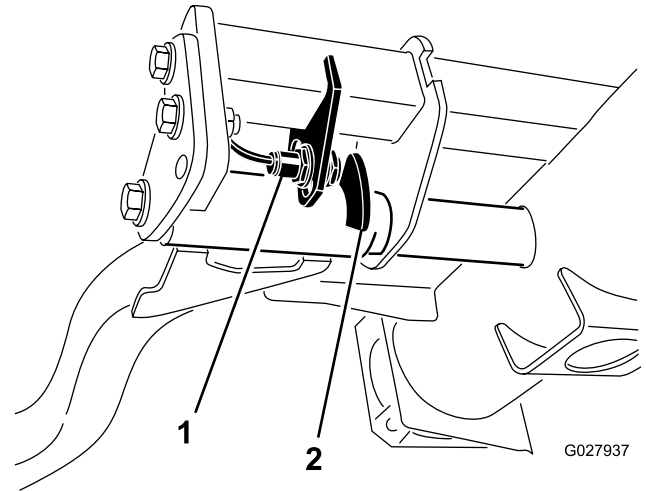

図 36
2. 昇降アームのスイッチは、油圧のメインタンクの下にある右前昇降アームの後ろ側に装着されている 図 36。
3. スイッチの取り付けねじ 図 36 をゆるめ、スイッチの位置を下げると、昇降アームの旋回高さが高くなり、上げると、昇降アームの旋回高さが低くなる。